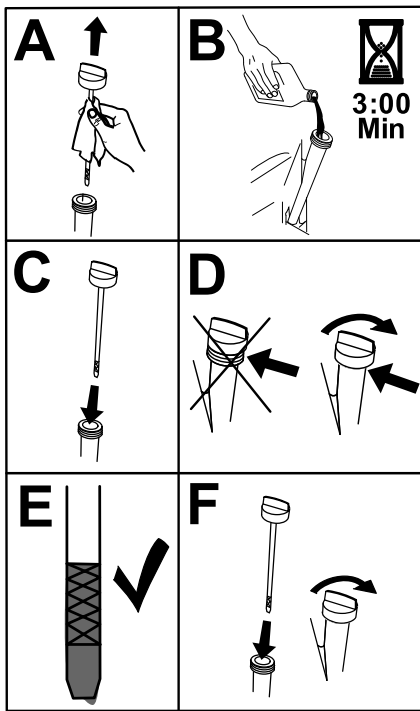

Bild 43
6. Gießen Sie langsam ungefähr 80 % der angegebenen Ölsorte in den Einfüllstutzen und füllen Sie dann vorsichtig mehr Öl ein, um den Ölstand an die Voll-Markierung zu bringen (Bild 43).